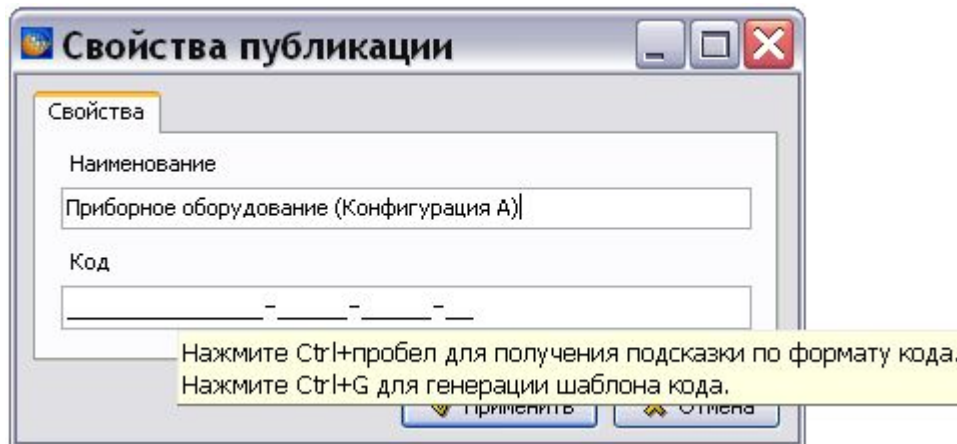

Рис. 8.29
4. В поле **Наименование** введите наименование публикации «Приборное оборудование (Конфигурация А)» (Рис. 8.29).
При наведении курсора на область поля ввода кода появится всплывающая подсказка (Рис. 8.29).